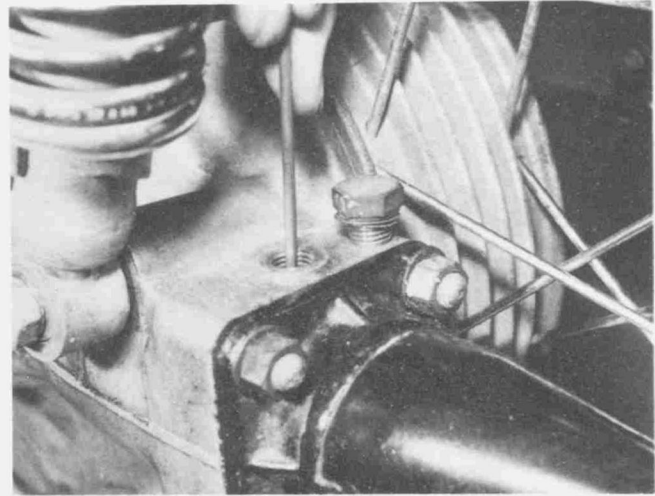

Bild 179
- Zum Kontrollieren des Ölstands der Hinterradschwinge Öleinfüllschraube herausdrehen. Einen Stab senkrecht in die Bohrung einführen, bis er die Gelenkwelle berührt. Der Ölstand muss 2,0 mm hoch am Stab sichtbar sein (Bild 179).